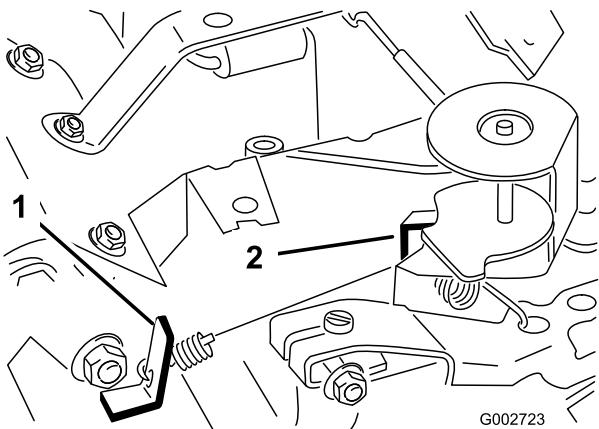

図 38 図はキャブレタ・アダプタを外した状態
3. 長足アイドル・スプリング・アンカーの耳(図 38)を曲げて、エンジン速度を 1725 \pm
5. スロットル・コントロールを FAST 位置とする。高速アイドル・スプリング・アンカーの耳(図 38)を曲げて、エンジン速度を 3400±50 RPM に調整する。